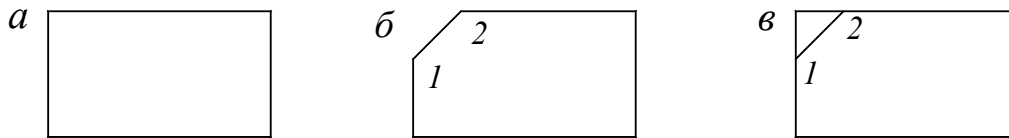

Рис. 3.11. Побудова фаски: *a* – до побудови; *б* – після виконання побудови з обрізуванням; *в* – після виконання побудови без обрізуванням
Показують другий відрізок (2) і на прямокутнику будується фаска (рис. 3.11).